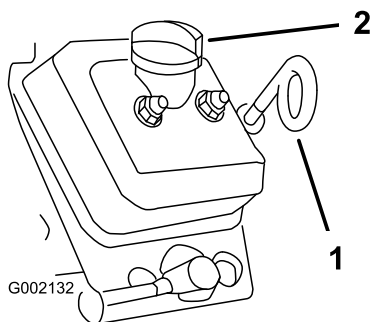

Figura 42
8. Limpe em redor da vareta de óleo, tampão de enchimento e bocal de enchimento e retire a vareta (Figura 42).
9. Retire o tampão de enchimento e deite o óleo especificado no tubo de enchimento até que o nível de óleo atinja a marca “Full” (Cheio) da vareta (Figura 42).
10. Insira a vareta completamente no tubo, retire a vareta e verifique o nível do óleo (Figura 42).
11. Coloque a vareta no tubo da vareta e o tampão de enchimento no tubo de enchimento até que a vareta e tampão estejam firmemente no sítio (Figura 42).